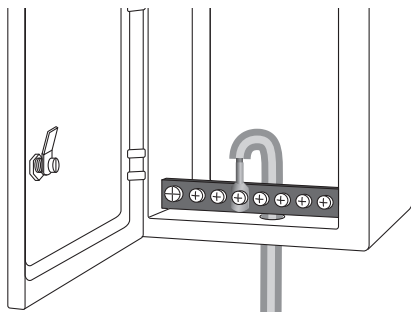

Рисунок 7. Соединение проводника заземления с шиной ГЗШ
7.11. Протянуть проводник от внешнего заземления до шины ГЗШ (главная заземляющая шина), к которой присоединяются все металлические элементы в доме (трубы, арматура здания, всё сантехническое оборудование). В небольших домах такая шина обычно находится внутри вводного электрического щита (см. рисунок 7).